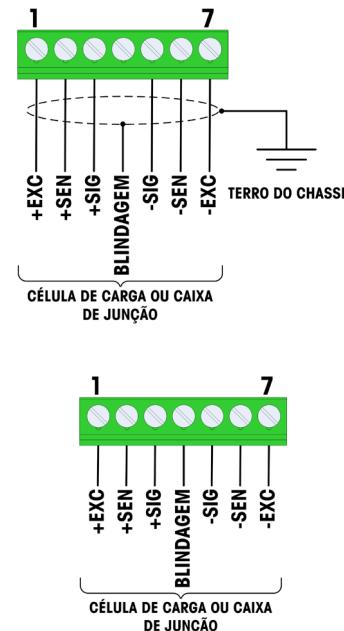

Figura 2-23: Terminação da célula de carga, terra do chassi (topo) e pino terra (base)
A Tabela 2-4 e a Figura 2-23 mostram as definições de terminais para o cabo flat de terminais da célula de carga analógica. Observe que ao usar as células de carga de quatro fios, os jumpers devem ser colocados entre os terminais +Excitação e +Sensor –Excitação e –Sensor.
3. Conecte os fios da célula de carga ao conector na placa-mãe. Consulte o código de cores dos fios da célula de carga sendo conectados e a Figura 2-23.
5. A ferrite fornecida com o terminal é colocada sobre a extremidade final do cabo e os fios conectados ao conector de célula de carga. Consulte o código de cores dos fios da célula de carga sendo conectados e a Figura 2-23.
2. Coloque a ferrite sobre a extremidade do cabo da célula de carga e conecte os fios da célula de carga ao conector na placa-mãe. Consulte o código de cores dos fios da célula de carga sendo conectados e a Figura 2-23.
- Conekte os fios da célula de carga ao conector na placa-mãe. Consulte o código de cores dos fios da célula de carga sendo conectada, e a Figura 2-23.